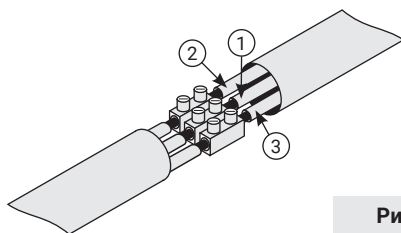

Рис.13
4.2.5. Провод заземления имеет желтый или желто-зеленый цвет и желтый клеммник (рис. 13 «3»), фаза (L) - черный цвет и черный клеммник (рис. 13 «1»), ноль (N) - синий цвет и синий клеммник (рис. 13 «2»).